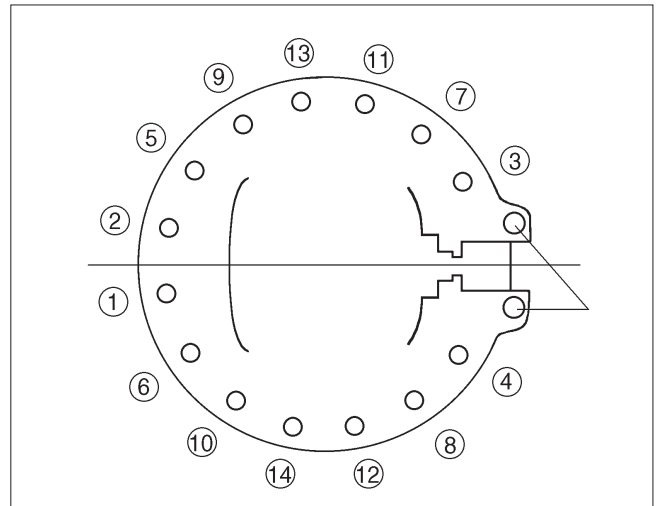

Fig. 16 Serrage des boulons de l'articulation du corps
- Après avoir mis en place la sphère et le joint du corps, soulever le demi-corps mâle (1) et le siège (7) sur la sphère. Voir Section 4.7.
- Vérifier l'alignement correct de l'alésage du capot avec le joint du corps. Pousser le chapeau (8) sur la tige.
- Remettre le capot (8) en place. Après avoir serré les boulons de la bride, desserrer les boulons du capot et retirer le capot.
- Serrer les boulons de la bride comme indiqué dans la figure 16. Commencez par l'opposé de la tige et serrez d'abord les boulons à des couples de 10 % des valeurs du tableau 1. Serrez-les ensuite dans le même ordre jusqu'à leur couple final.